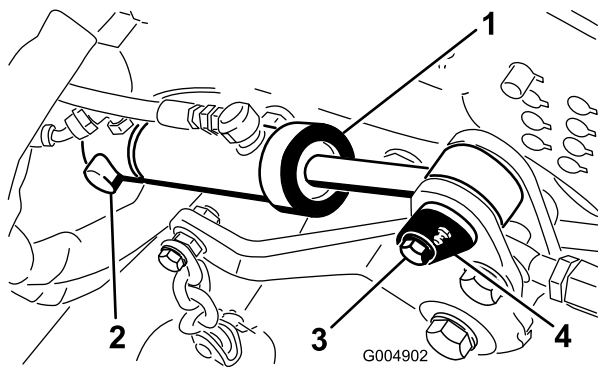

図 89
45. デッキ昇降シリンダの後部を、ピボットピンに取り付け、リテーナリングで固定する 図 89。
46. 昇降シリンダの前端を刈り込みデッキのフレームに固定するシリンダピンとねじを使用する 図 89。